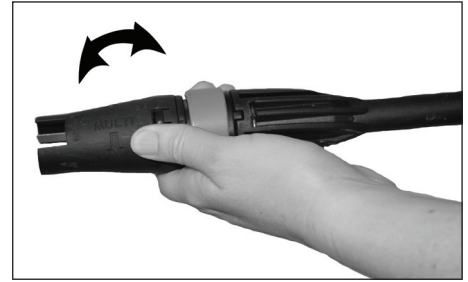

Figure 12 - Réglage de pulvérisation
4. Le motif de pulvérisation et l'intensité peuvent être changés en tournant la buse de pulvérisation au bout de la lance (voir la figure 12 & 13). Pour empêcher toute blessure, ne jamais mettre les mains devant la lance.